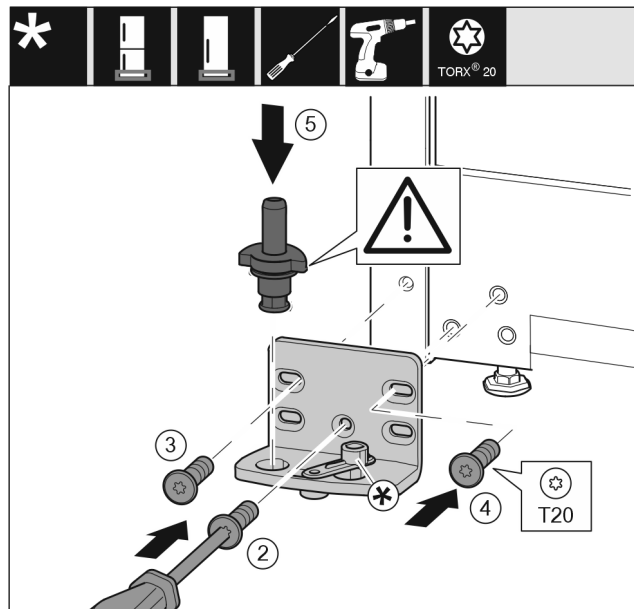

Fig. 21
- Ležajni podstavek namestite na drugo stran in ga po s pomočjo izvijača. Pričnite z vijakom Fig. 21 (2) spodaj na sredini.
- Privijte vijak Fig. 21 (3) in vijak Fig. 21 (4).
- Vstavite ležajni sornik Fig. 21 (5) do konca. Pri tem pazite na to, da je zaskočni zapah obrnjen nazaj.